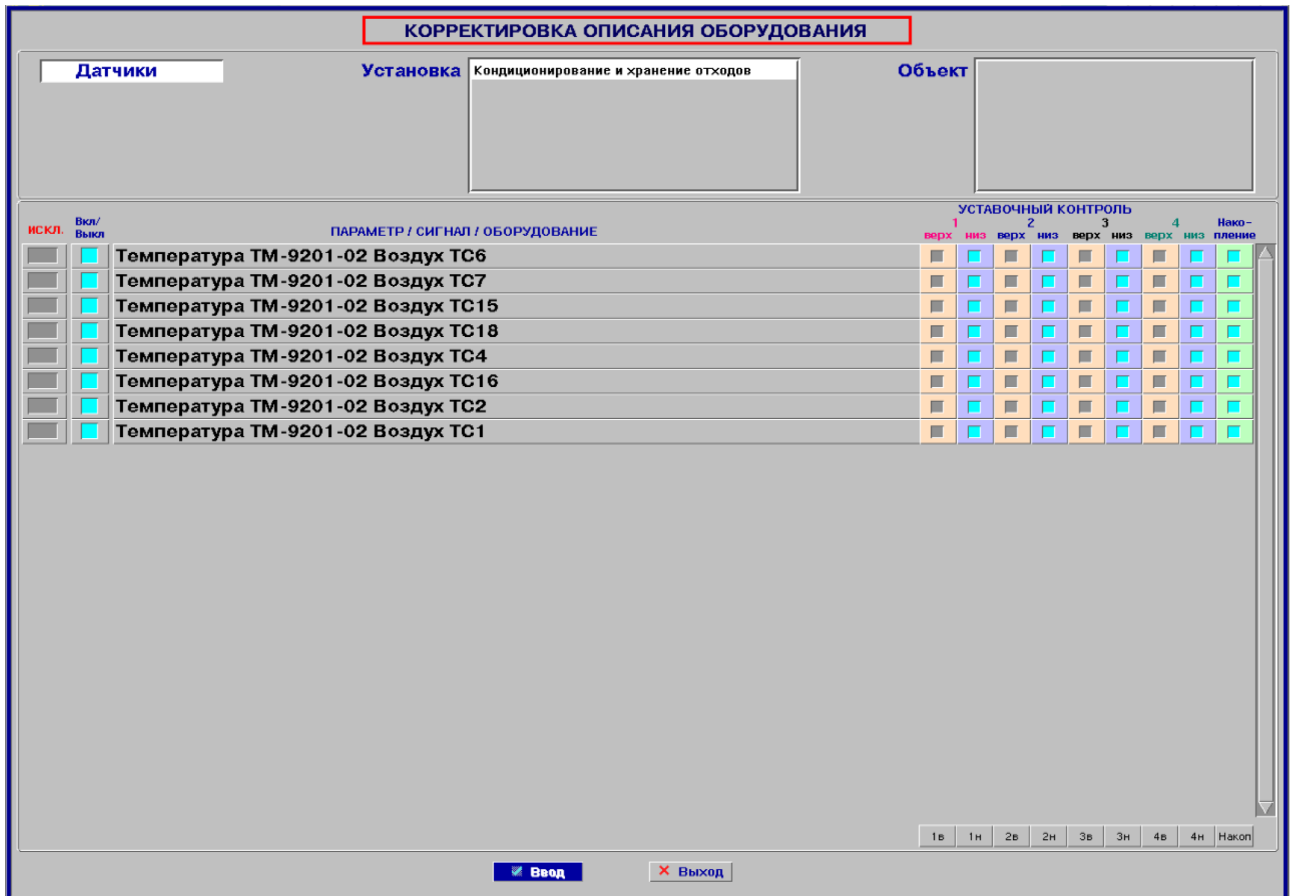
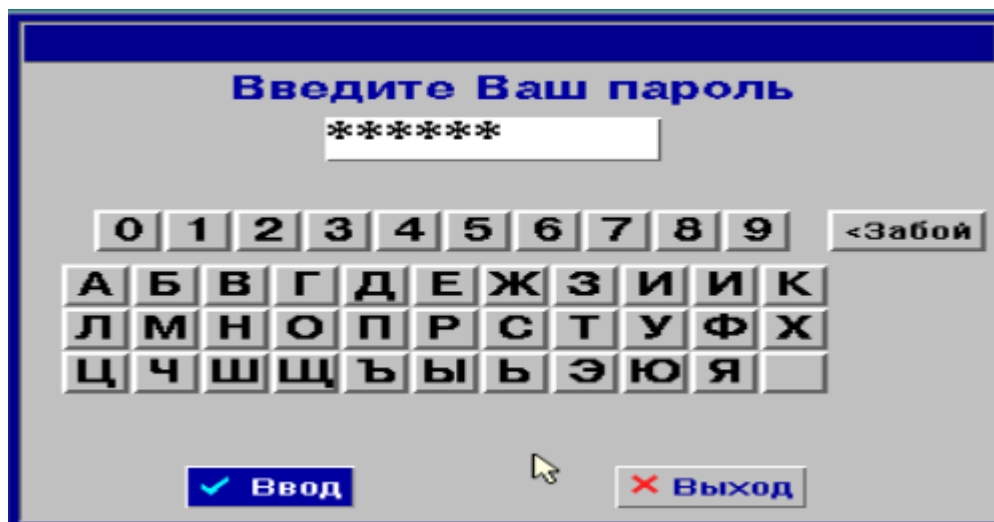

Рисунок 18 - Окно корректировки таблицы описания оборудования
Рисунок 24 - Окно ввода пароля
7.17.2 После правильного выбора из списка имени пользователя и ввода действующего пароля (см. рис. 24) на экране дисплея отобразится окно корректировки таблицы описания оборудования (пример, см. рис. 18), в котором нужно выбрать: